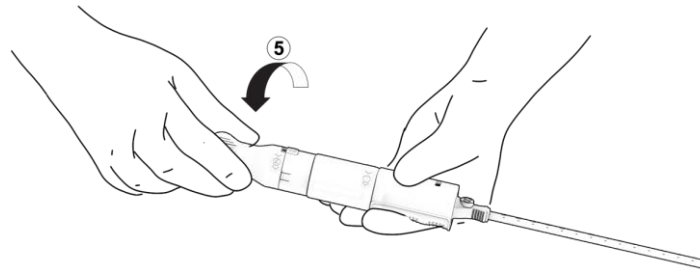

Abbildung 16. Freisetzen des Implantats
- a. Die freie Hand auf die mit „5“ markierte Entriegelungsnocke legen und diesen Griffteil um 90° teilweise in die auf dem Gerät angezeigte Richtung bis zu den ersten Ausrichtungsmarkierungen drehen. Abbildung 16. Das Implantat befindet sich jetzt in der voll entfaltenen Konfiguration, aber es ist noch an dem Griff des Geräts befestigt.